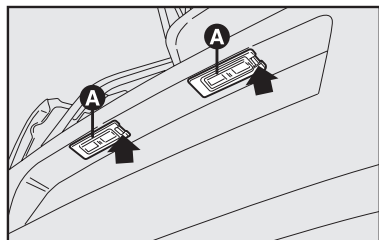
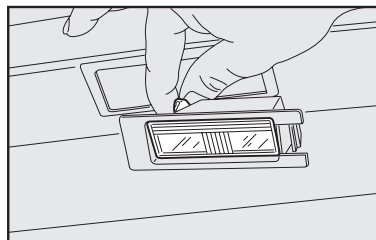

fig. 28
fig. 29
## LUCES DE MATRÍCULA fig. 28 y fig. 29
- actúe en el punto indicado por la flecha y quite el grupo transparente **A-fig. 28**;
- sustituya la lámpara **fig. 29**, desvinculándola de los contactos laterales y cerciorándose de que la nueva lámpara esté correctamente bloqueada entre los contactos;